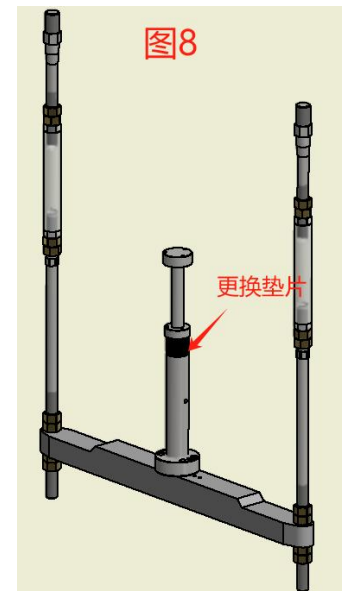

图8
10. 调整底芯高度时(即毛坯顶起高度),如果托料拉杆是内拉杆(拉杆安装在冲床床身内),则左右两根托料杆要同时调整,否则会把拉杆卡死,致损坏拉杆。如果是外拉杆(拉杆安装在床身外),则通过更换垫片来调整毛坯顶起高度,如图 8。